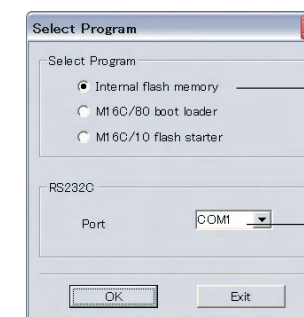

Fig. 2
4. Start up FlashSta.exe, the screen will appear as shown below. (Fig. 2)
すると下記の画面が表示されます。(Fig. 2)
5. Select the data to be transmitted and port. (Fig. 2)
5. 送信データ、ポートを選択します。(Fig. 2)